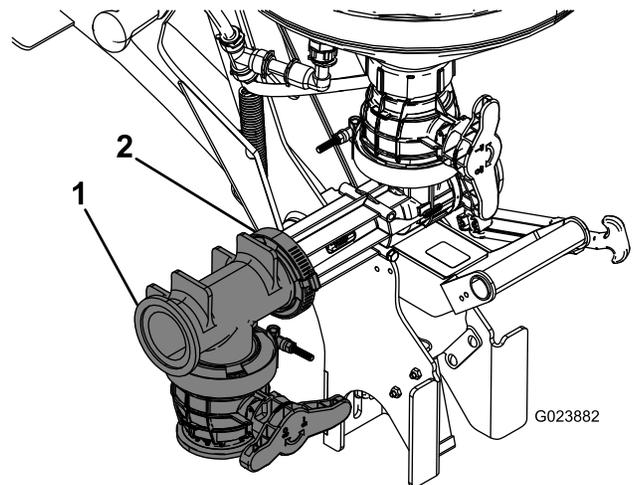

Figura 13
- Ligue a válvula em T ao conjunto do misturador utilizando um casquilho e um grampo sem fim (Figura 13).